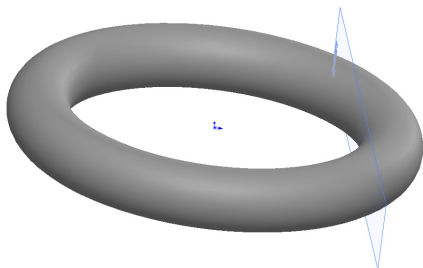

图 4-4 创建基准面对象
(4) 单击【确定】按钮，即可通过直线/点创建基准面对象，效果如图 4-4 所示。